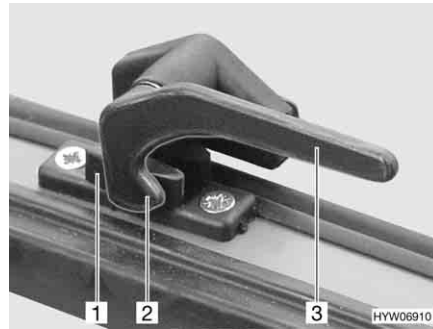

Bild 57 Verriegelungshebel in Stellung "geschlossen"
- Den Verriegelungshebel (Bild 57,3) eine viertel Umdrehung zur Fenstermitte hin drehen.
- Den Verriegelungshebel (Bild 57,3) eine viertel Umdrehung zum Fensterahmen hin drehen. Die Verriegelungsnase (Bild 57,2) liegt auf der Innenseite der Fensterverriegelung (Bild 57,1).
- in Stellung "fest verschlossen" (Bild 57).